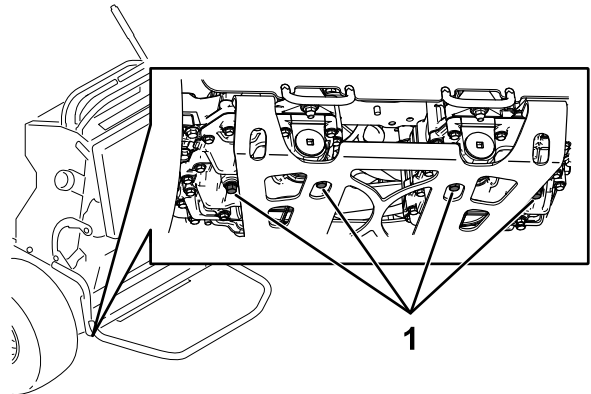

Figura 73
- Localize os tampões de escoamento na parte inferior da transmissão e coloque um recipiente de escoamento debaixo do tampão (Figura 73).